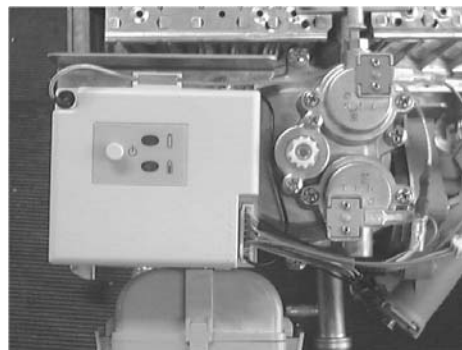

Рисунок 1
1. Отключить оба штекера от электронного блока розжига (штекер электрода запальника и штекер кабельного жгута). (рис. 1)